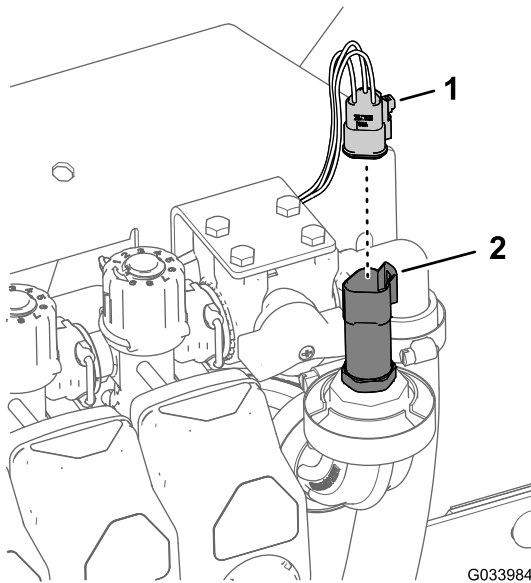

Figura 25
1. Desligue o conector de 3 tomadas para o transdutor de pressão (Figura 25).